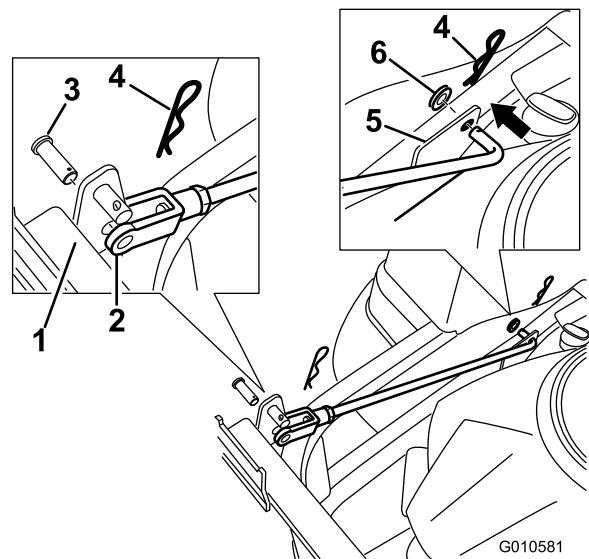

Figure 6
- Montez deux tiges de support de chaque côté du bâti. Placez le support existant entre la roue motrice arrière et le bâti (Figure 6).
- Insérez l'extrémité coudée de la tige dans le bâti du système de ramassage, comme illustré à la Figure 6. Fixez le bout de la tige avec une rondelle et une goupille fendue.
- Fixez le côté chape des tiges au bâti du système de ramassage à l'aide d'un axe de chape et d'une goupille fendue (Figure 6).